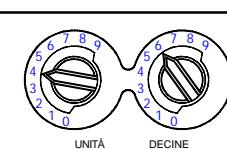

Figura 1: selettori rotativi di indirizzo
- Impostare l'indirizzo del sensore (vedi Figura 1) ruotando con un cacciavite i 2 selettori e scegliendo l'indirizzo desiderato tra 01 e 99. Scrivere l'indirizzo scelto sull'apposita etichetta posta sulla base.